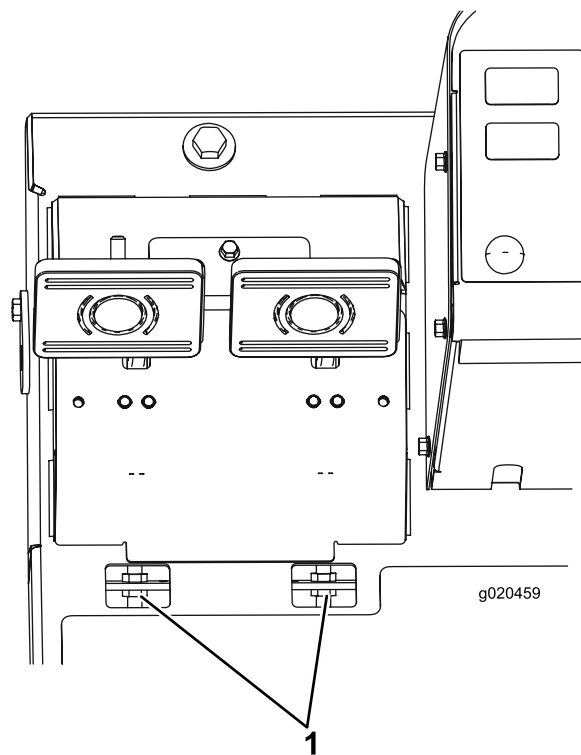

Рисунок 97
- В. Отпустите переднюю гайку на резьбовом конце троса тормоза (Рисунок 97).